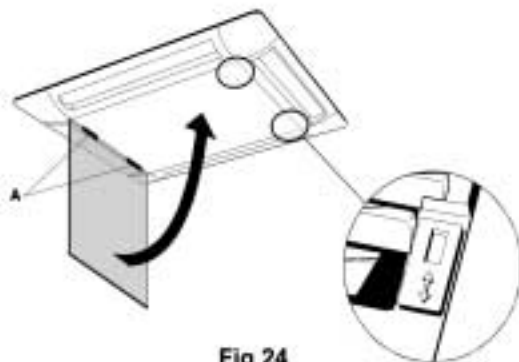

Fig 24
1. Inserire gli agganci della griglia di ripresa nelle aperture contrassegnate con A nella Fig. 24 e poi chiudere la griglia bloccandola con gli agganci che si trovano su entrambi i suoi lati.